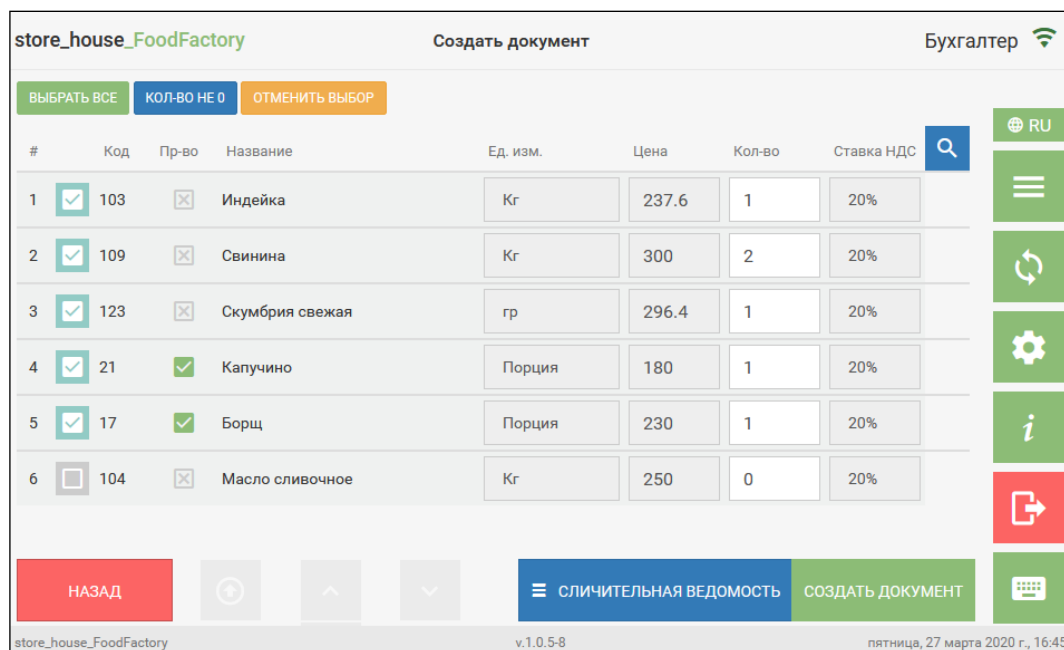
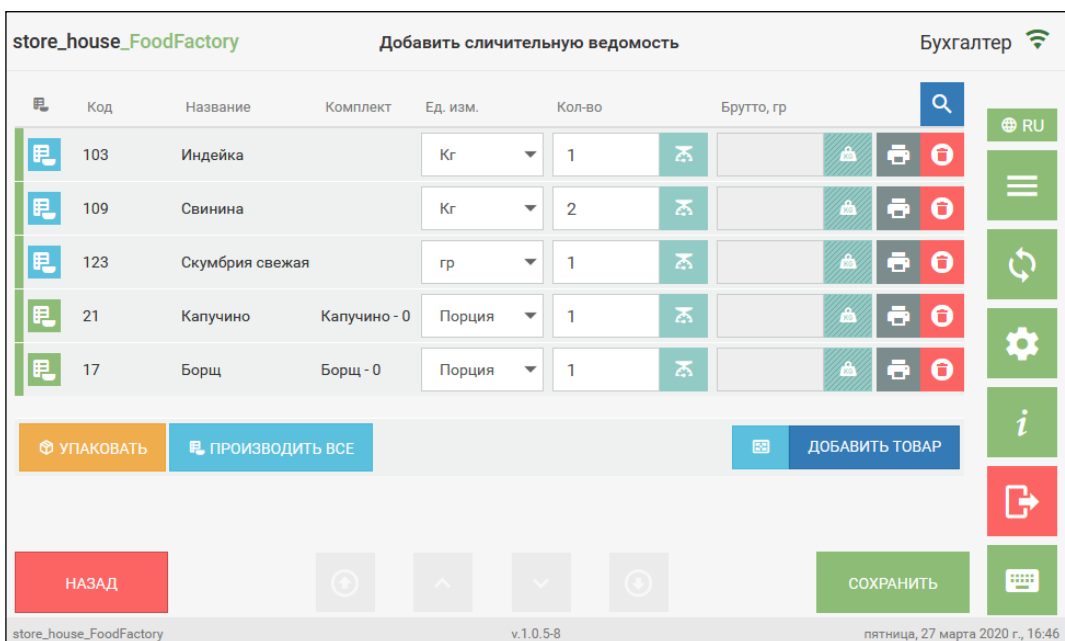

Рис. 346
Рис. 348
Для создания документа из данного шаблона необходимо нажать кнопку **СОЗДАТЬ ДОКУМЕНТ** (см. Рис. 346).
В список товаров добавятся только выбранные в шаблоне товары, то есть товары, у которых был выставлен флаг (см. Рис. 346, Рис. 348).
- на товар в списке перенесется выставленный в шаблоне флаг «*Производить*» и выставится комплект, как если бы нажали кнопку «*Производить товар!*» для товара в сличительной ведомости вручную (см Рис. 348).